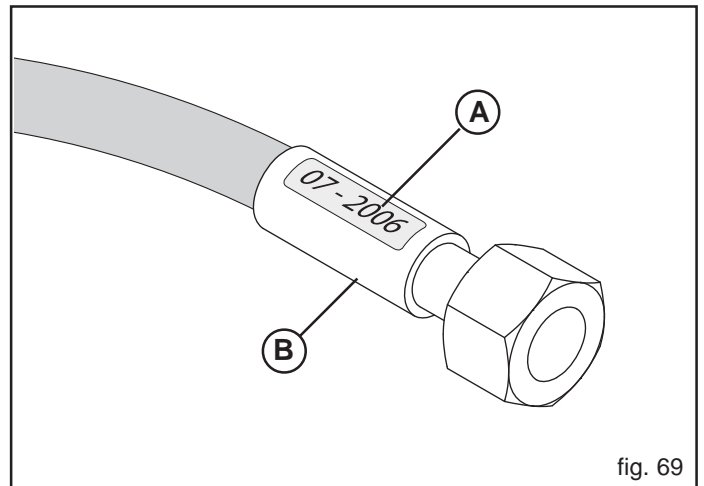

fig. 69
- Ölhydraulische Rohre dürfen nicht länger als 5 Jahre verwendet werden, auch wenn sie nicht benützt werden (natürliche Alterung). Auf Abbildung 69 (A) ist ein Beispiel zum Produktionsjahr der ölhydraulischen Rohre angegeben.
- Lecks in der Nähe der Einlagen (B, Abb. 69);
- Korrosion der Einlagen (B, Abb. 69);
- mehr als 5 Jahre seit dem Produktionsdatum vergangen sind (A, Abb. 69).